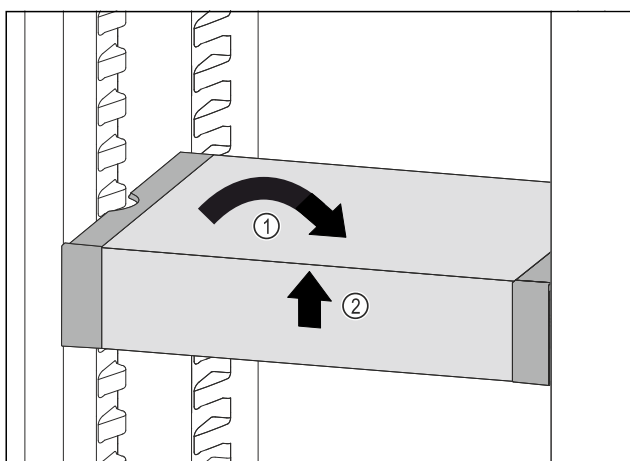

Fig. 123
- Remettre le VarioSafe droit. Fig. 123 (1)
- Soulever la partie avant du VarioSafe. Fig. 123 (2)